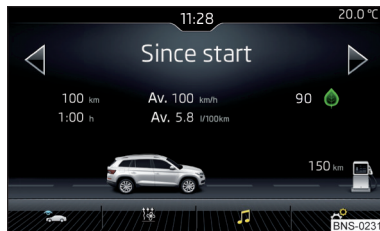

Abb. 250
- Die Taste  drücken, es wird das Hauptmenü mit den folgenden Funktionsflächen angezeigt » **Abb. 250**.